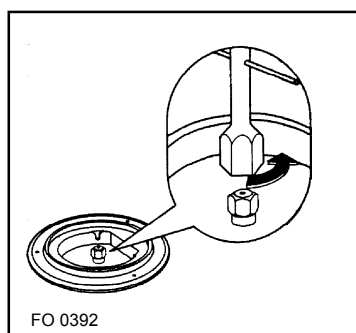

Рис. 12
- Торцовым ключом на 7 отвинтите и снимите инжекторы (рис. 12) и замените их новыми, подходящими под тип используемого газа (см. таблицы – стр. 27).